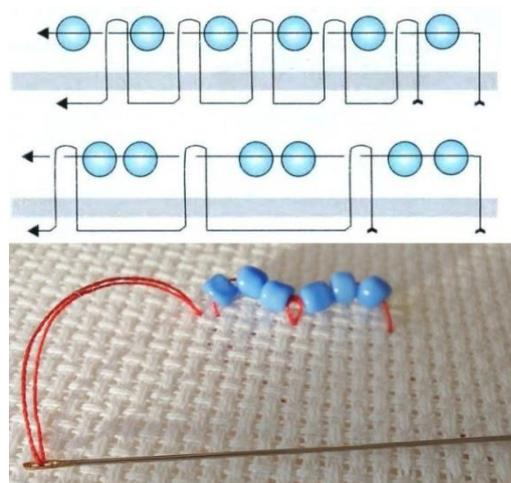

Рис. 1.39. Шов «вприкреп»
1. Шов «в прикреп». Самый распространенный и быстрый способ вышивания бисером. С изнаночной стороны основы на лицевую протягивается игла с нитью, на нее набирается необходимое количество бисера (3–6 шт.), затем игла возвращается на изнанку (рис. 1.39). Цепочка из бисера может быть закреплена поперечными стежками как через каждую бусину, так и через несколько. Шов «вприкреп» подходит для работы по контуру, а также для сплошной вышивки вертикальными или горизонтальными рядами. При этом работа ведется с разделением полотна на зоны заполнения.